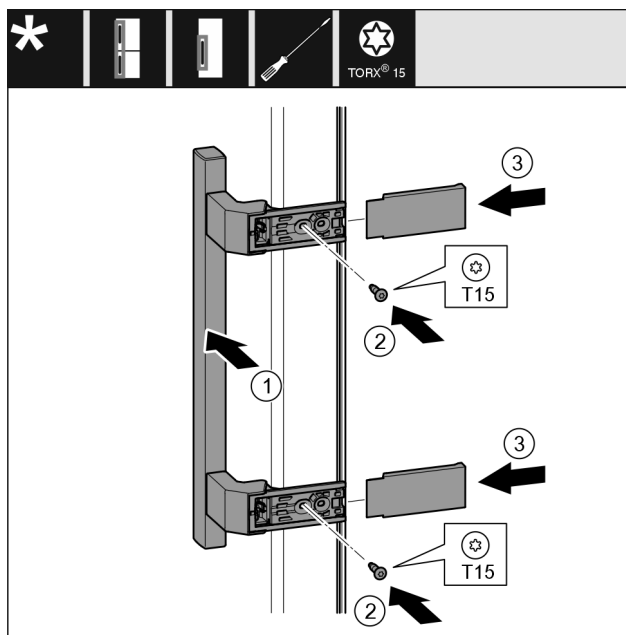

Fig. 53
- ▶ Helyezze fel a fogantyút Fig. 53 (1) a másik oldalra.
- ▶ Húzza meg a csavarokat Fig. 53 (2) csavarhúzóval.
- ▶ Helyezze fel a fedelet Fig. 53 (3) oldalra, és tolja fel őket.